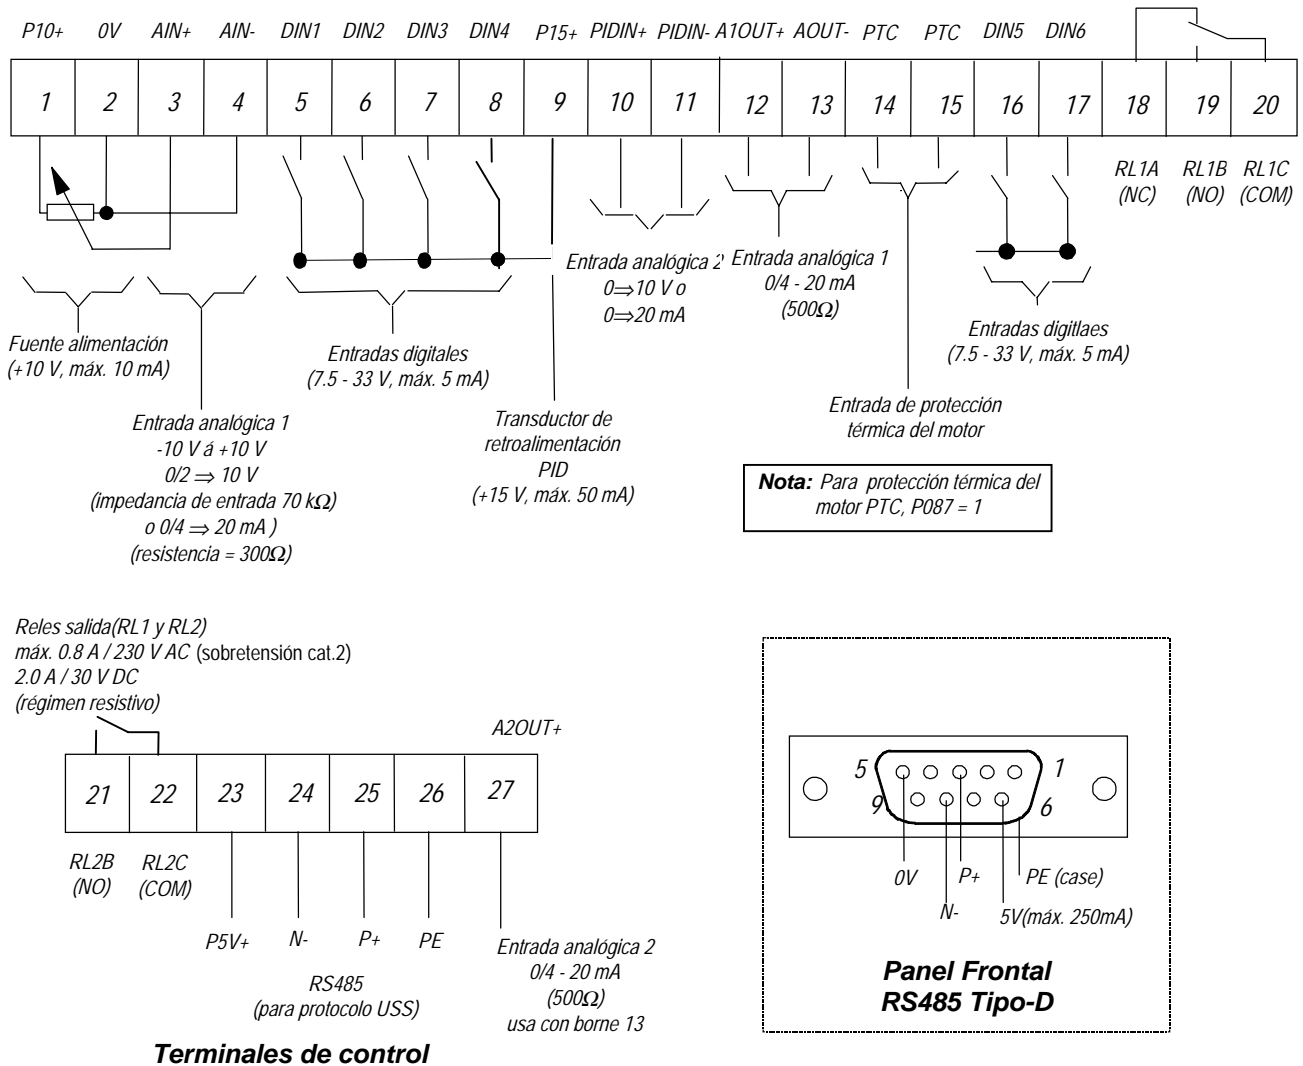

Figura 3.2.2: Conexiones de control - MIDIMASTER Vector
- (1) Conecte el borne de control 9 al borne 5 mediante un simple contacto de conexión/desconexión. De este modo, el motor queda configurado para girar en sentido horario (ajuste predeterminado).
- (2) Conecte un potenciómetro de 4,7 k Ω a los bornes de control tal como se muestra en la figura 2.2.4 ó 2.2.6 (MMV) (Figura 3.2.2 y 3.2.4 (MDV) o conecte la patilla 2 (0 V) a la patilla 4 y una señal de 0 - 10 V entre la patilla 2 (0 V) y la patilla 3 (AIN+).
- (3) Ajuste los interruptores selectores DIP 1, 2 y 3 de configuración de entrada analógica 1 para entrada de tensión (V) (*véase la figura 3.2.2-3.2.4, sección 4.1.2*).
- (4) Fije todas las tapas al equipo y, a continuación, aplique la alimentación de la red al convertidor. Ajuste el parámetro P009 a 002 o 003 para que puedan ajustarse todos los parámetros.
- (5) Ajuste el parámetro P006 a 001 para especificar consigna analógica.
- (6) Ajuste el parámetro P007 a 000 para especificar entrada digital (es decir, DIN1 (borne 5) en este caso) y desactivar los mandos del panel frontal.
- (7) Ajuste los parámetros P021 y P022 para especificar los ajustes de la frecuencia máxima y mínima de salida.